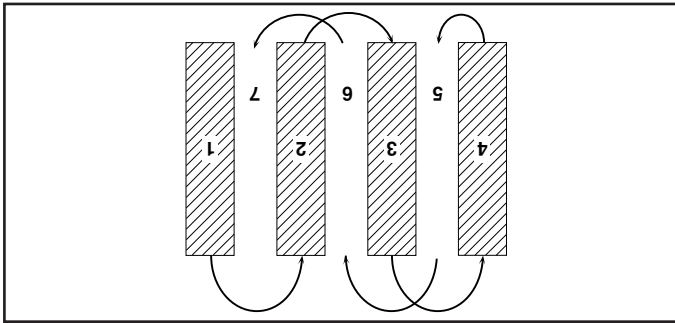

Fig. 8
- Vous trouverez le labourage beaucoup plus facile si vous laissez un rang non bêché entre les sillons. Puis retournez entre les sillons (Voir la fig. 8). Il y a deux raisons pour faire ceci. Premièrement, des virages larges sont beaucoup plus faciles à prendre que des demi-tours. Deuxièmement, la motobineuse ne vous entrainera pas vers le rang plus proche.